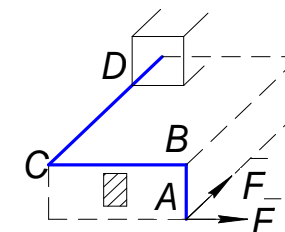

Рис.2.22
2.51. На участке BC плоской рамы (рис.2.22) в опасном сечении возникают внутренние силовые факторы [простой выбор]